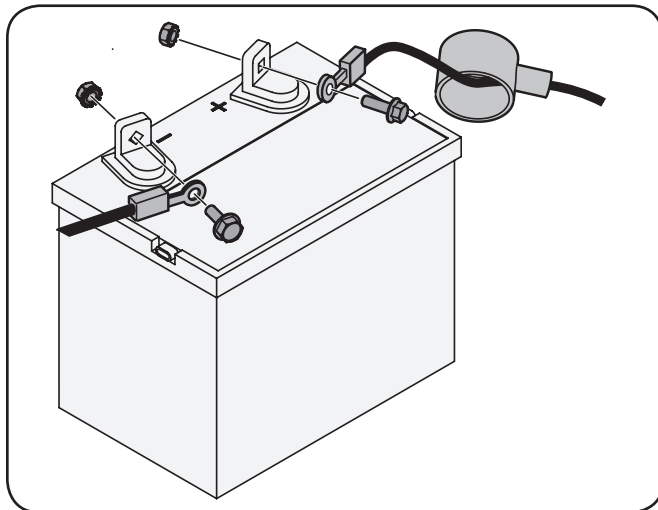

Figura 3-1
1. Quite la cubierta de plástico, si está presente, desde la terminal de la batería positivo y adjunte el cable rojo a la terminal de la batería positivo (+) con el perno y tuerca hexagonal. Ver Figura 3-1.
2. Quite la cubierta de plástico, si está presente, desde el borne negativo de la batería y conecte el terminal de cable negro al terminal negativo (-) con el perno y tuerca hexagonal. Ver Figura 3-1.